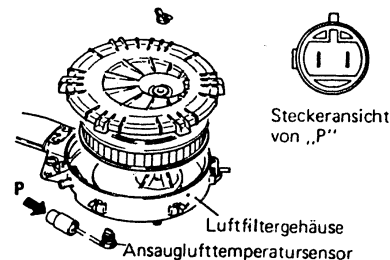

Bild 32 Der Ansaugluft-Temperaturfühler muss bei 20°C einen Widerstand von ca. 2450 Ohm aufweisen.
g) Der **Ansaugluft-Temperaturfühler**, ein NTC-Sensor, ist in den Boden des Luftfiltergehäuses eingebaut (Bild 32).